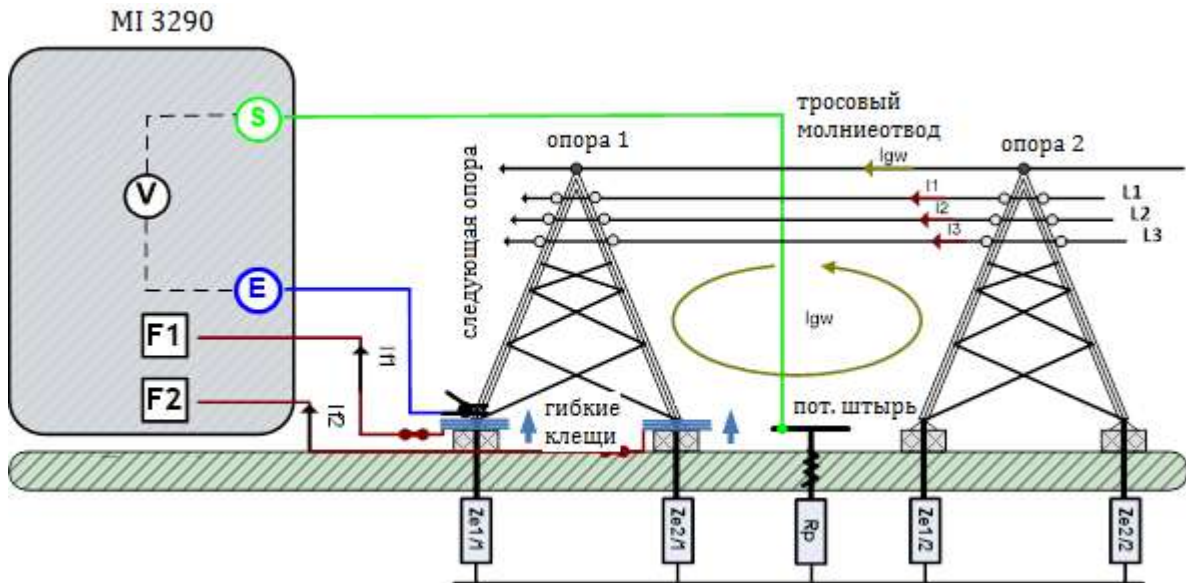

Рисунок 11.30: Пример пассивного измерения (гибкими клещами)
- Соберите схему согласно рис. 11.30.